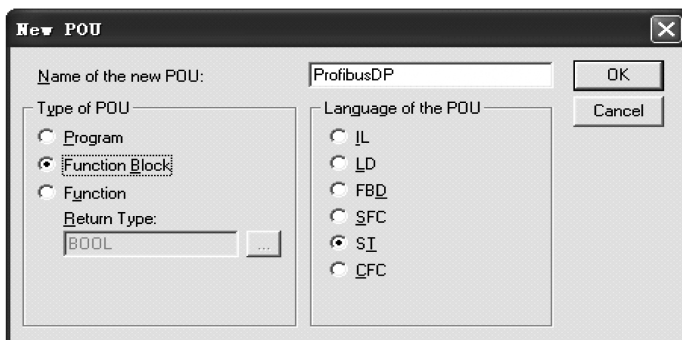

图 5-28 创建 Profibus-DP 功能块
5) 创建 Profibus-DP 功能块，并采用 ST 编程语言，如图 5-28 所示。